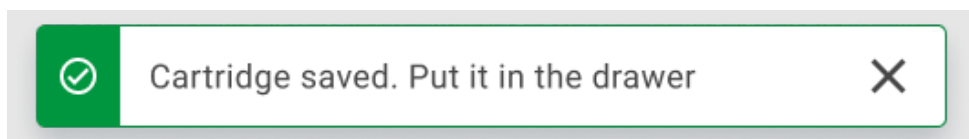

Figura 59. Ecranul Cartridge saved (Cartuș salvat)
10. După o scanare reușită, următoarea casetă de dialog apare pentru scurt timp în partea de sus a ecranului (Figura 59)